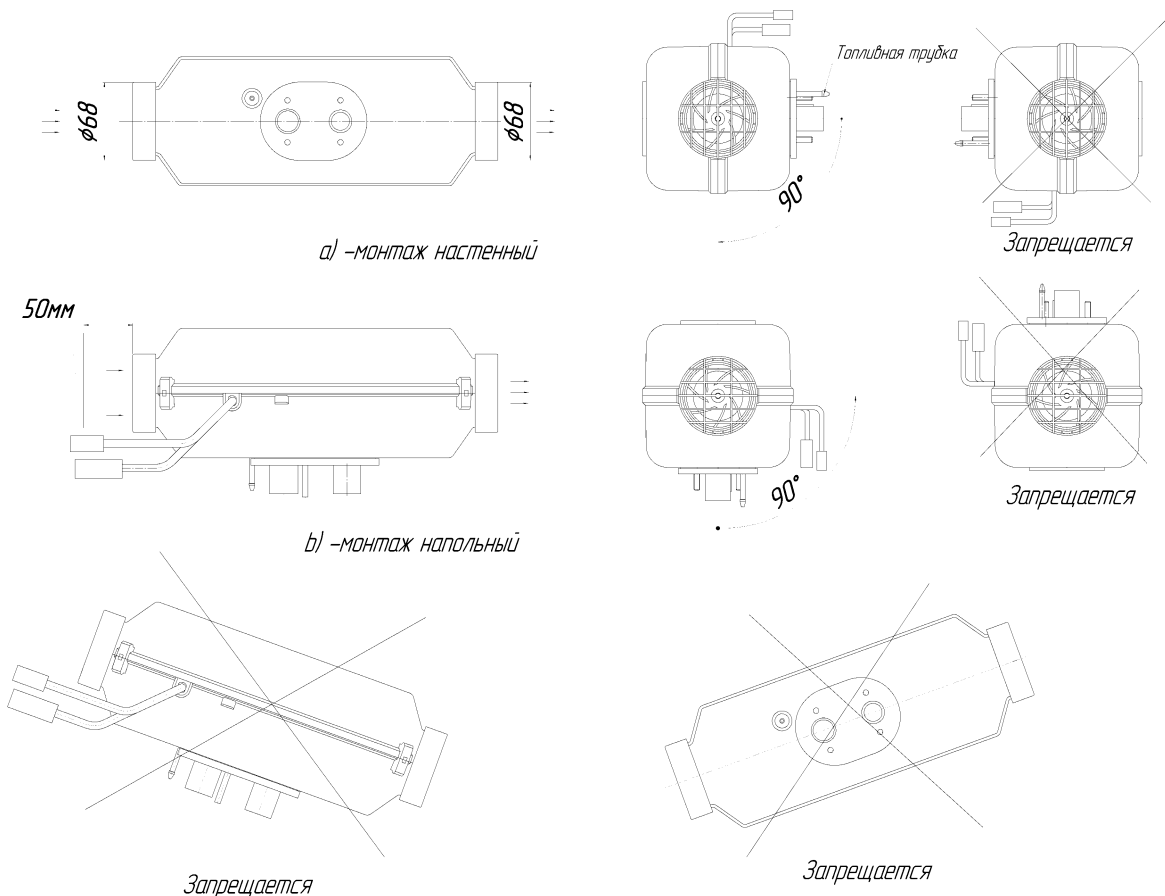
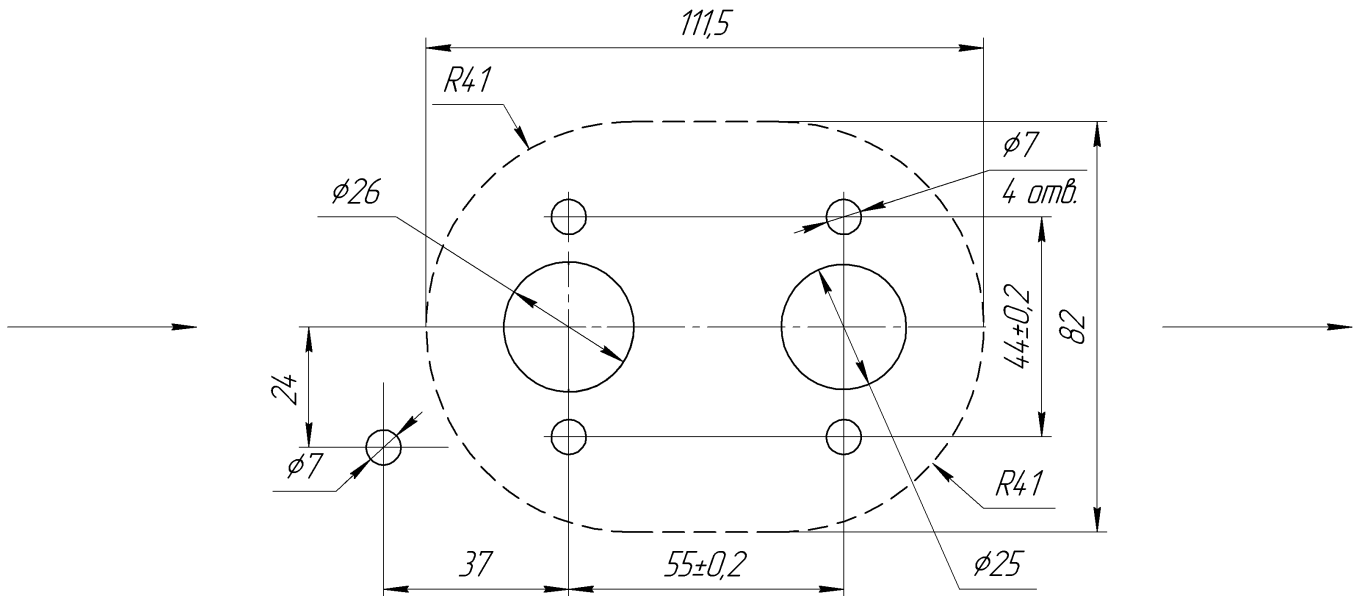

Рис. 8.1 – Варианты установки нагревателя
Рис. 8.2 – Монтажные отверстия для установки нагревателя
Монтаж нагревателя производить с учётом допустимых рабочих положений в соответствии с рис. 8.1 и 8.1а внутри помещения или кабины автомобиля. На рис.8.1 показаны два крайних монтажных положения нагревателя. Входное отверстие нагревателя должно располагаться таким образом, чтобы в обычных рабочих условиях не могли подсасываться выхлопные газы двигателя автомобиля и отопителя. Расстояние от стенок, перегородок до торца входного отверстия нагревателя должно быть не менее 50 мм (см. рис.8.1). Расстояние от стенок, перегородок до торца выходного отверстия нагревателя должно быть не менее 150 мм. При монтаже и эксплуатации нагревателя необходимо предусмотреть защиту от попадания посторонних предметов во входное и выходное отверстия. Монтаж нагревателя проводить с учетом доступности демонтажа нагревателя, что приведет в конечном итоге к быстрому техническому обслуживанию. Для монтажа нагревателя отверстия в корпусе АТС производить согласно рис. 8.2.
**ВНИМАНИЕ !! Надежная работа отопителя зависит от правильного монтажа нагревателя. Нагреватель должен устанавливаться горизонтально согласно Рис. 8.1.**